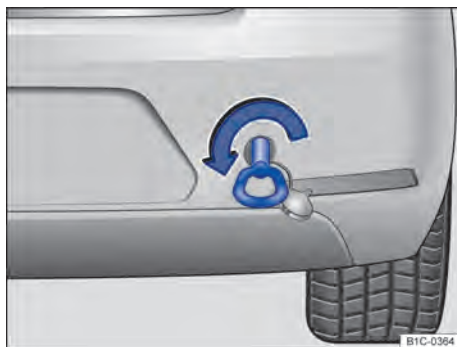

Fig. 193 No para-choque traseiro à direita: rosquear a argola de reboque.
O alojamento da argola de reboque rosqueável está localizado à direita do para-choque traseiro, atrás de uma cobertura ⇒ **Fig. 193**, ⇒ .
- Rosquear a argola de reboque tão firme quanto possível **no sentido anti-horário** no alojamento ⇒ **Fig. 193** ⇒ . Utilizar um objeto apropriado com o qual a argola de reboque possa ser rosqueada com firmeza no alojamento.